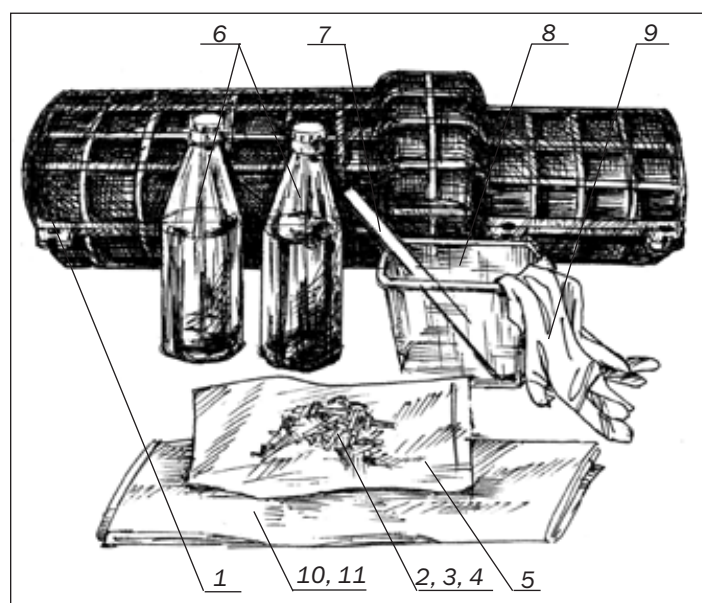

Рис. 2.1. Муфта МПЗ с комплектом герметика ВИЛАД-31
2.3. Муфта МПЗ и комплект герметика ВИЛАД-31 может поставляться отдельно. Точно такой же комплект применяется для чугунных муфт МЧЗ. На рис. 2.1 показана защитная муфта МПЗ с комплектом герметика ВИЛАД-31. Полный состав обоих комплектов указан в табл. 2.1.